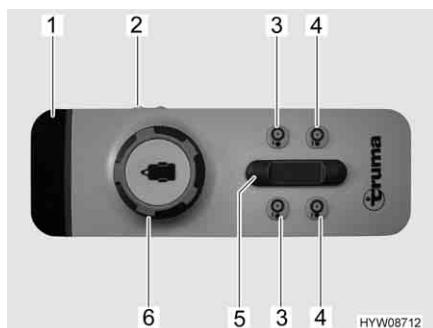

Fig. 7 Telecomando
Il veicolo viene comandato tramite un pomello girevole e un regolatore a scorrimento posizionati sul telecomando (Fig. 7). La seguente tabella descrive la funzione dei singoli elementi di comando/indicazione:
- Spostare l'interruttore a scorrimento (Fig. 7,2) del telecomando su "ON". Il LED verde 4 (Fig. 7,1) lampeggiava per circa 5 secondi, quindi rimane acceso. Il sistema di manovra è ora pronto all'uso.
- Su entrambi i lati, avvicinare i rulli di trasmissione alle ruote, premendo contemporaneamente gli appositi tasti (Fig. 7,4) per circa 3 secondi.
- Spostare il veicolo nella posizione desiderata tramite il pomello girevole (Fig. 7,6) e il regolatore a scorrimento (Fig. 7,5). Il veicolo viene movimentato e frenato senza problemi.
- Sui due lati, ruotare i rulli di trasmissione retraendoli dai pneumatici. A tale scopo, premere gli appositi tasti (Fig. 7,3) per circa 3 secondi.
- Spostare l'interruttore a scorrimento (Fig. 7,2) del telecomando su "OFF".